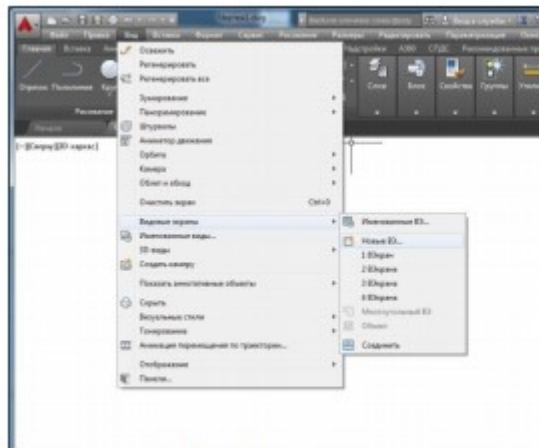
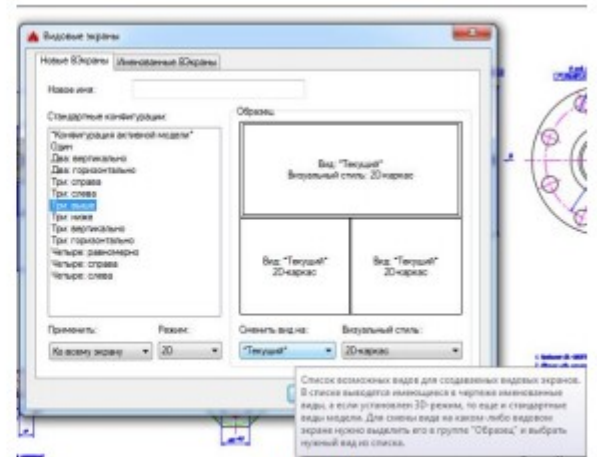

Рис. 9
Рис. 10
14. Сейчас в графической зоне AutoCADa по умолчанию открыт единственный видовой экран, полностью занимающий окно. Чтобы создать дополнительные видовые экраны, выберите в меню пункт Вид ⇒ Видовые экраны. Появится подменю со стандартными вариантами компоновок (рис. 9), в котором выберите пункт "Новые ВЭ...". В открывшемся окне просмотрите имеющиеся варианты компоновки видовых экранов и сделайте выбор, аналогичный рис.10.
15. Настройте изображения в 3-х видовых экранах, используя именованные виды: поочередно делайте окна активными, щелкнув на них мышкой. С помощью списка видов, открывающегося нажатием кнопки "Сменить вид на:" (рис.10), установите в одном экране общий вид, а в остальных – отдельные фрагменты. Нажмите "ОК".